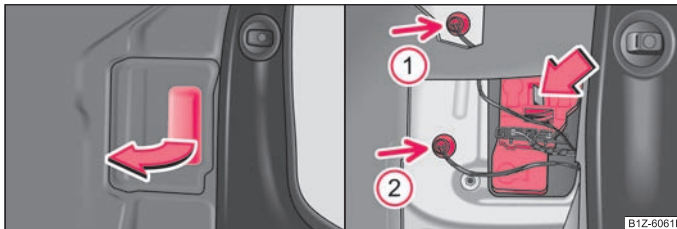

Abb. 202 Kofferraum: Abdeckung für den Lampenträger / Ausbau des Lampenträgers
- Nehmen Sie die defekte Glühlampe (Pfeil ①, bzw. ②) aus dem Gehäuse heraus und ersetzen Sie sie gegen eine Neue.
- Nehmen Sie die Glühlampen der Schlussleuchte (Pfeil ① und ②) heraus.
- Drücken Sie die Rastnase in Pfeilrichtung und nehmen Sie den Lampenträger heraus ⇒ Abb. 202 - rechts.
- Nehmen Sie die Glühlampen des hinteren Standlichts (Pfeil ① und ②) heraus.
- Öffnen Sie die Abdeckung des Lampenträgers ⇒ Abb. 202 - links.